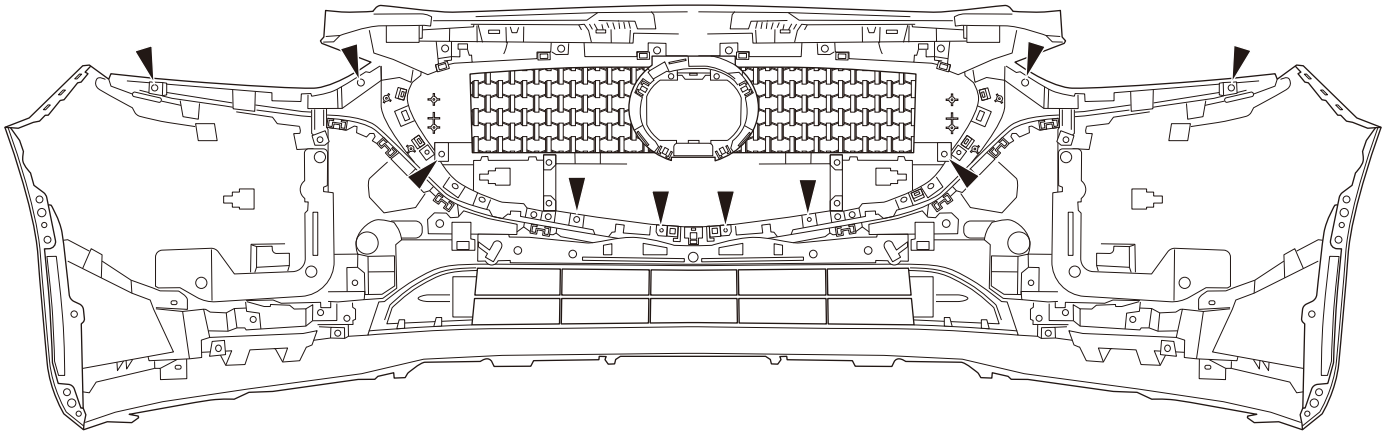

図4 純正グリルメッシュ取外し
5. 図4を参照し、ラジエーターグリルレインフォースメントからグリルメッシュをマスコット付きのまま取外します。